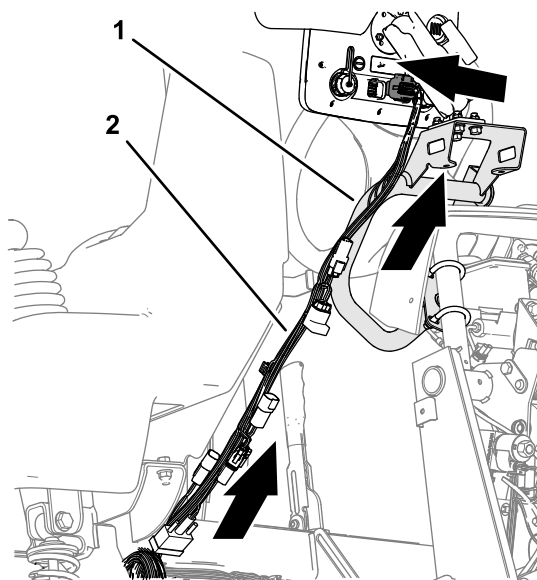

Figura 175
1. Enrute la rama de 227 cm (89½") del arnés de datos de navegación y eléctrico (la rama que tiene el conector hembra de 26 vías) hacia arriba por el tubo de sujeción de la consola de control (Figura 175).